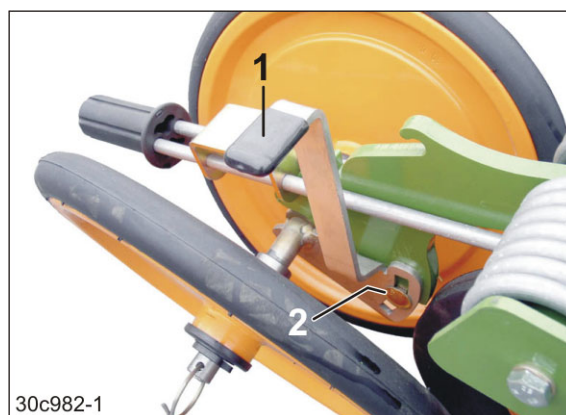

Fig. 170
4. Indstil grebet (Fig. 170/1), så akslen drejer.
5. Foretag sikring af grebsstillingen med skruen (Fig. 170/2).